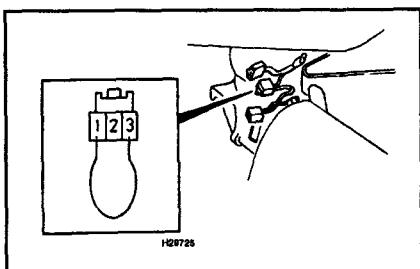

Рис. 15.3. Расположение диагностического разъема на автомобилях Tropfer. Для инициализации процедуры самодиагностики закоротите гнезда разъема
разъем (см. рис. 15.3), предназначенный как для подключения считывателя, так и для ручного извлечения кодов.
- На моделях Trooper закройте перемычкой гнезда 1 и 3 диагностического разъема (см. рис. 15.3).